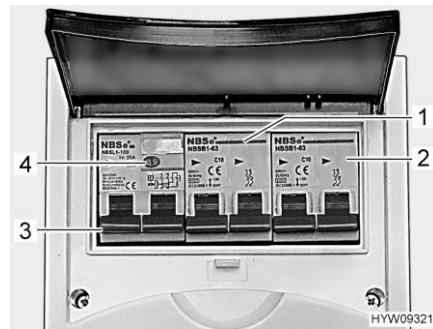

Fig. 81 Disjoncteur de protection de circuit et disjoncteur FI (coffret de fusibles 230 V)
Un disjoncteur différentiel (disjoncteur FI) (Fig. 81,3) dans le coffret de fusibles protège tout le véhicule contre le courant différentiel (30 mA).
Le disjoncteur de protection de circuit connecté en aval (10 A) (Fig. 81,1) protège les prises de courant de 230 V, le bloc électrique, le chargeur supplémentaire et le réfrigérateur.
Sur les véhicules possédant un équipement particulier tel que la climatisation dans le toit, un disjoncteur de protection de circuit supplémentaire (16 A) (Fig. 81,2) protège l'appareil.
- Lorsque le véhicule est raccordé à l'alimentation 230 V, appuyer sur la touche de contrôle (Fig. 81,4). Le disjoncteur différentiel (FI) doit se déclencher.